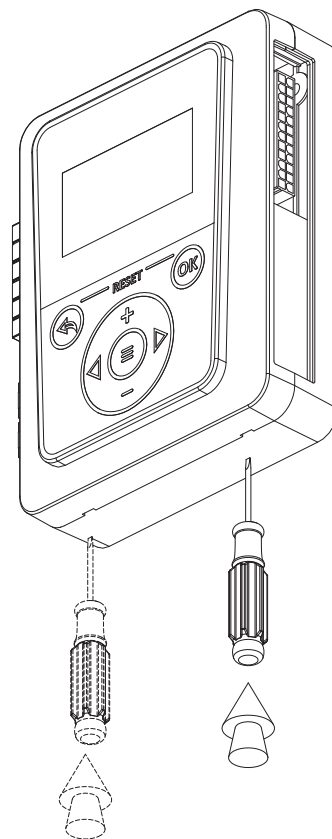

Рис. 17 Демонтаж лицевой панели
2. Снимите лицевую панель контроллера, ослабив защелки с помощью отвертки (Рис. 17);